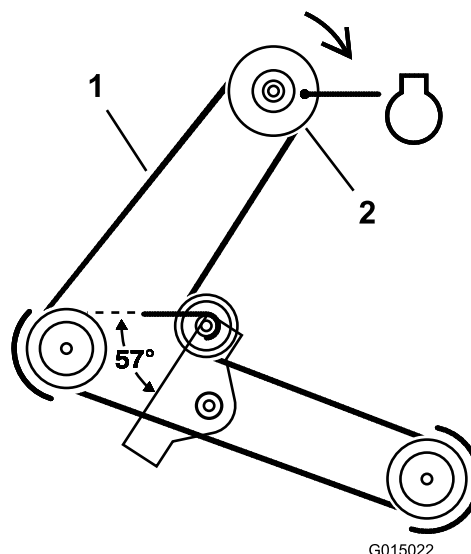

Figure 32
5. Enlevez la courroie du plateau de coupe de la poulie d'embrayage électrique (Figure 32).
5. Placez la courroie du plateau de coupe autour de la poulie d'embrayage électrique (Figure 32).